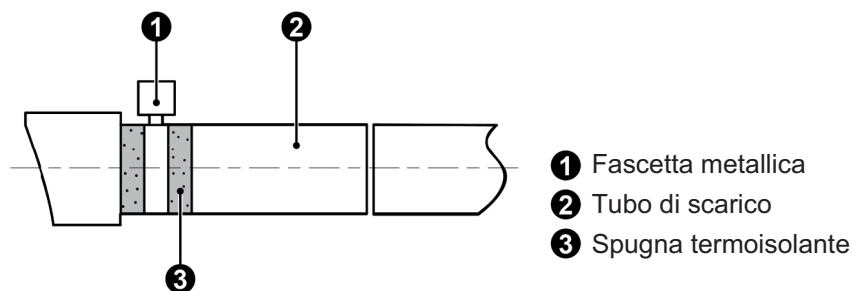

Fig. 4.3.2
- (1) Inserire il tubo di scarico nel foro di scarico e serrarlo con nastro, come mostrato in Fig. 4.3.2.
- (2) Stringere la fascetta, mantenendo una distanza inferiore a 4 mm tra il dado ed il tubo.